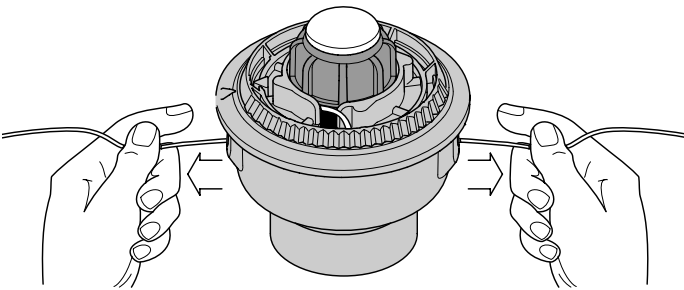

Fig. 13
9. Si le rembobinage du fil devient difficile ou si le fil se coince, tirez-en les extrémités de la bobine. Continuez de rembobiner le moulinet intérieur vers la gauche (Fig. 13).
4. Maintenez le moulinet intérieur et installez le bouton de butée, le ressort, et le joint en mousse en poussant le bouton de butée vers le bas et en le tournant à droite. Saisissez les extrémités et tirez fermement pour dégager le fil des fentes de retenue du moulinet intérieur. (Fig. 13).
Si le SpeedSpoolMD ne déroule pas le fil correctement, tirez fermement les extrémités du fil loin de la bobine (Fig. 13). Si cela ne suffit pas, suivez les instructions de **nettoyage du SpeedSpoolMD** ci-dessous.